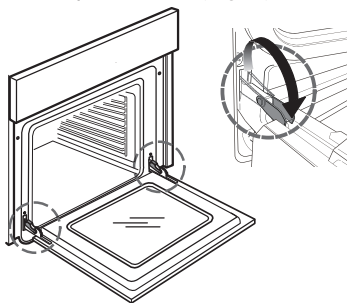

fig. 1
2. Aixeca els ganxos i empena'ls al màxim cap endavant (Fig. 1).